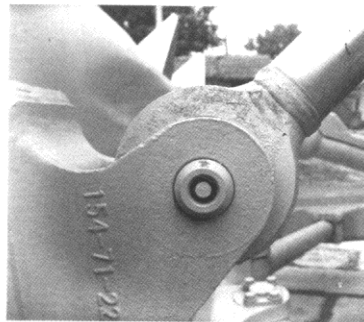

Рис. 6-13.
10. Смазать сферический шарнир рычага (см. рис. 6-13) в двух точках.